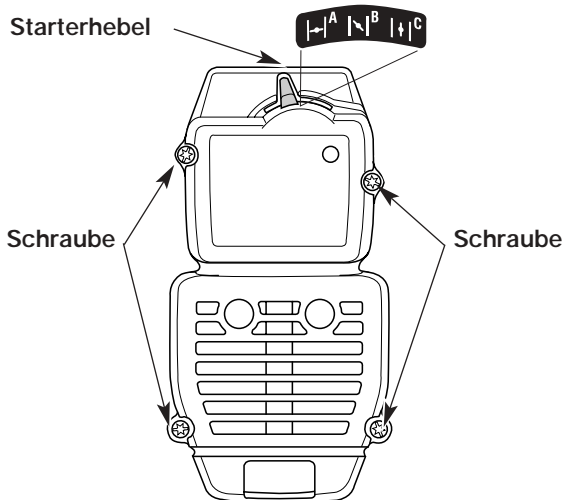

Abb. 21
1. Den Starterhebel in die Zwischenposition (B) schieben.
**ANMERKUNG:** Der Starterhebel muß in der Zwischenposition (B) stehen, damit das Gehäuse des Luftfilters/Abgasrohrs entfernt werden kann.
2. Die vier (4) Schrauben, die das Gehäuse des Luftfilters/Abgasrohrs halten, entfernen (Abb. 21). Hierzu einen flachen Schraubenzieher oder einen Schraubenzieher mit einem Torx Endstück Nr. T20 verwenden.
**ANMERKUNG:** Der Starterhebel muß in der Zwischenposition (B) stehen (Abb. 21), damit das Gehäuse des Luftfilters/Abgasrohrs wieder eingesetzt werden kann.
2. Die vier (4) Schrauben in die Öffnungen des Gehäuses des Luftfilters/Abgasrohrs einführen (Abb. 21) und festziehen. Hierzu einen flachen Schraubenzieher oder einen Schraubenzieher mit einem Torx Endstück Nr. T20 verwenden. Die Schrauben nicht zu fest und nicht mit Gewalt anziehen.